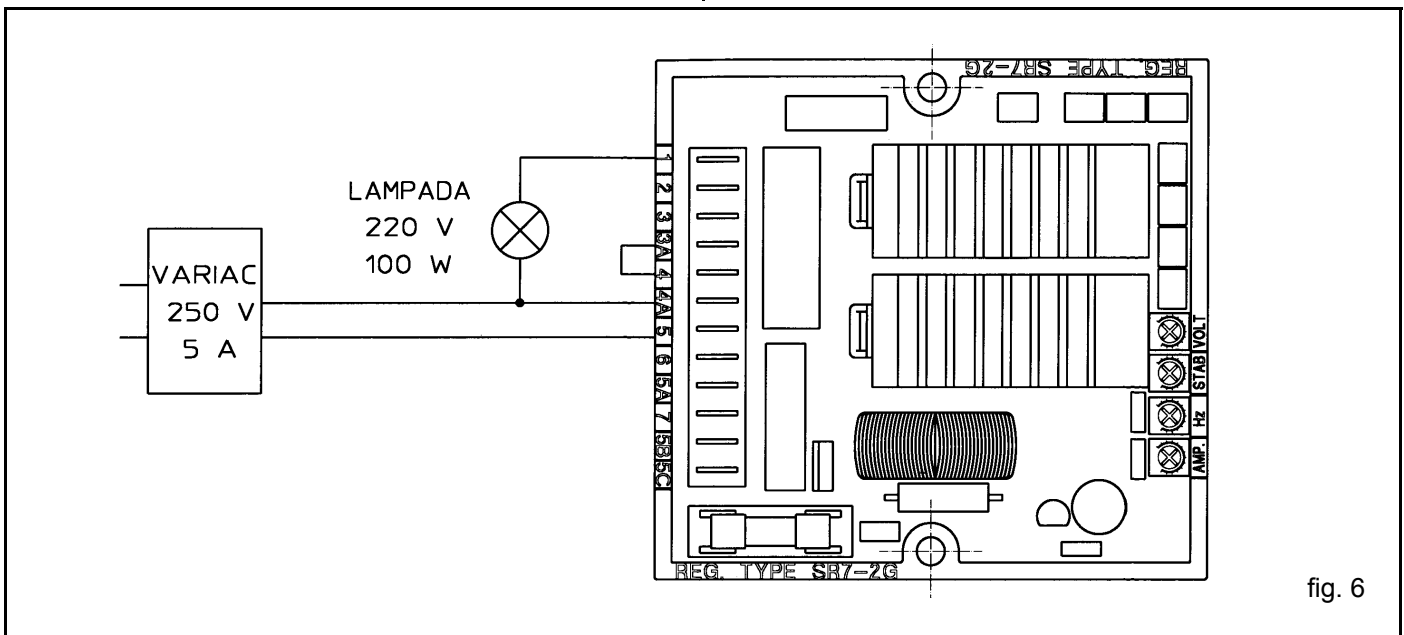

fig. 6
1) Den Regler gemäß Abb.6 anschließen
1) Prepare the connected regulator as shown in figure 6.